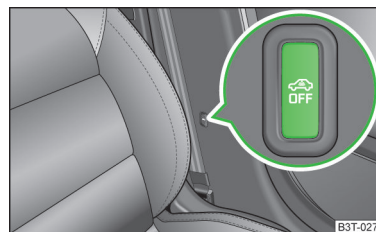

Fig. 37
- > Maintenir enfoncée la touche symbole  » fig. 37 sur le montant B du côté conducteur.